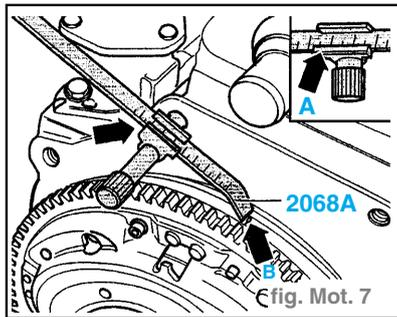

fig. Mot. 7
- Visser le dispositif de réglage 2068A comme indiquée. (fig. Mot. 7)